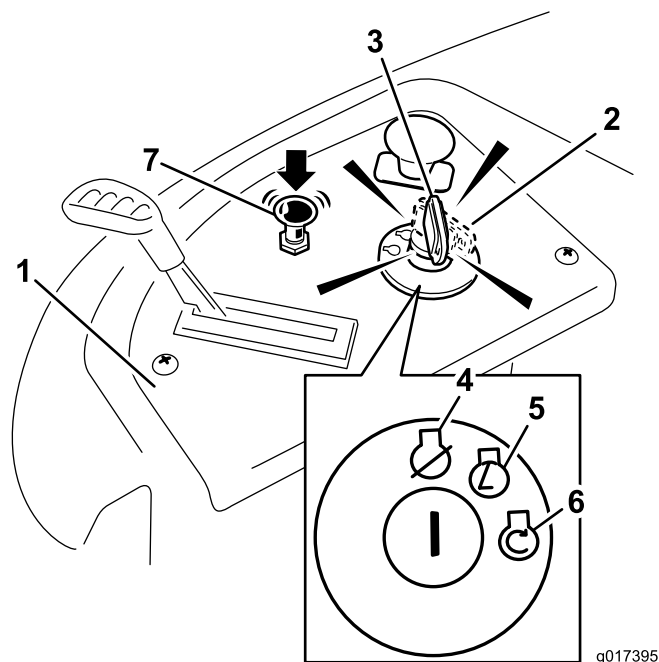

Figure 13
4. Tournez la clé de contact en position de démarrage pour activer le démarreur (Figure 13).
5. Lorsque le moteur démarre, appuyez sur la commande de starter (Figure 13).
4. Tournez la clé de contact en position d'arrêt (Figure 13) et enlevez-la du commutateur d'allumage.